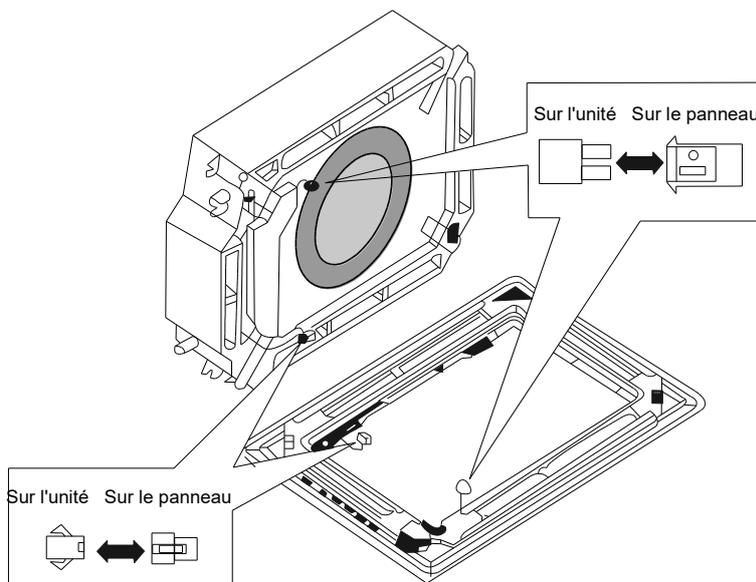

Fig. 33
- Raccordez le moteur dirigeant la rotation du volet comme indiqué dans la figure 33.